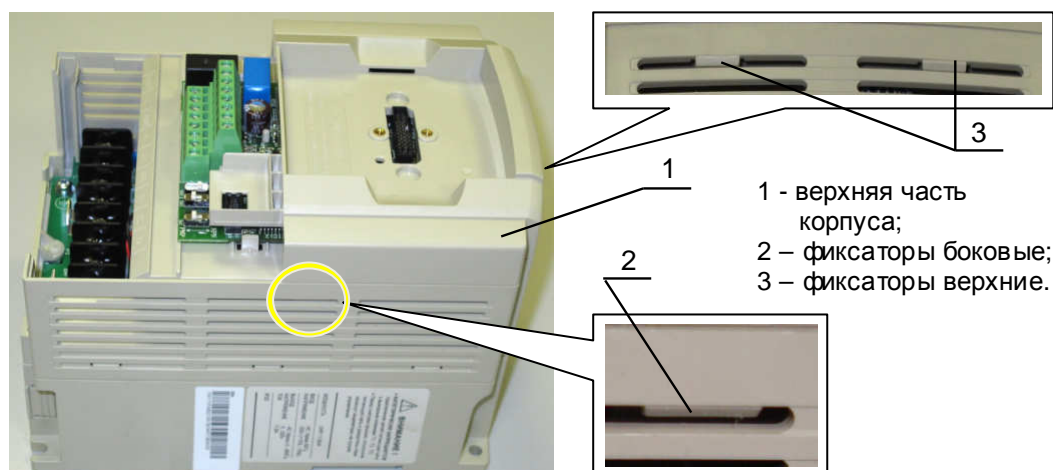

Рис. 7.17
7.8.1. Установить верхнюю часть корпуса 1, при этом, с начала, верхние фиксаторы 3 должны войти в отверстия в верхней части средней части корпуса (рис. 7.17). Затем, приложив рукой вертикальное усилие вниз до щелчка, убедиться, что фиксаторы 2 установились в боковые отверстия средней части корпуса. Убедиться в отсутствии видимого зазора между прилегающими поверхностями верхней и средней части корпуса (рис. 7.17).